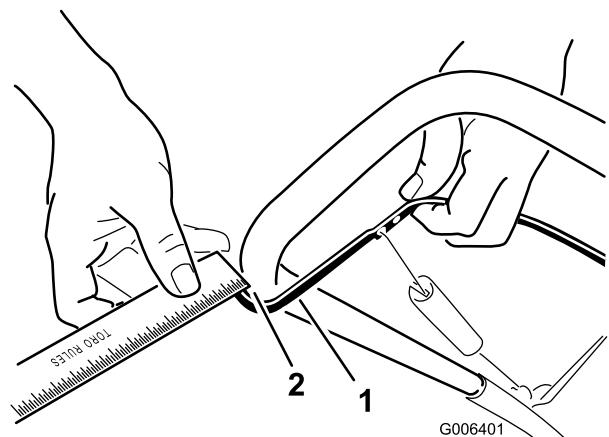

Figure 21
Rapprochez la barre de commande du guidon pour tendre le câble de commande (Figure 21).
**Remarque:** Vérifiez que la barre de commande et le guidon sont espacés de 2 à 3 mm (Figure 21).
2. Accrochez le raccord en Z à un trou plus haut ou plus bas sur la biellette de réglage de manière à obtenir un écart de 2 à 3 mm entre la barre de commande et le guidon (Figure 21).